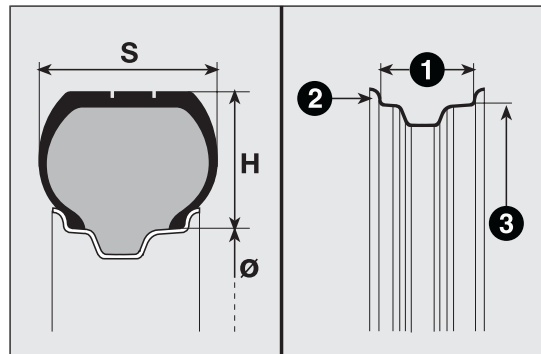

РИС. 146
### Пример РИС. 146: 175/65 R 14 82H
**Пример: 5,00 В x 14 H2** РИС. 146